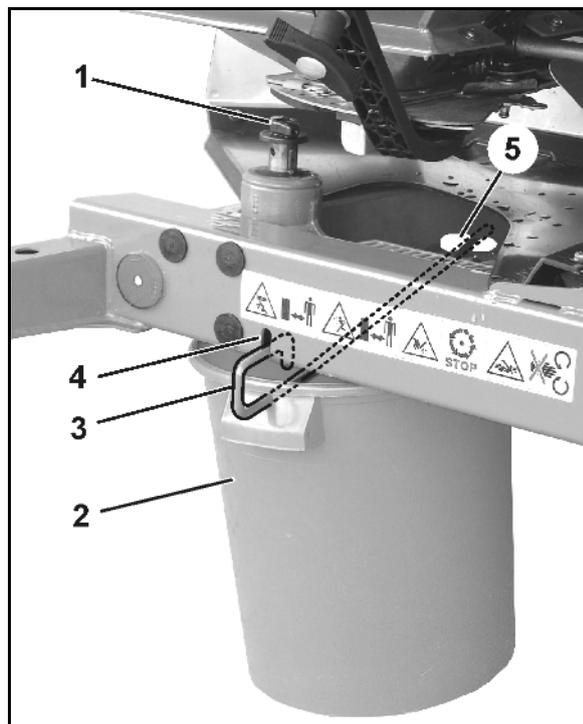

Fig. 40
- 2.1 Desenroscar el tornillo de mariposa (Fig. 40/1) que sujeta el disco de dispersión y extraer el disco respectivo del eje del engranaje.
3. Colgar el recipiente colector (Fig. 40/2) por medio del gancho (Fig. 40/3) en los soportes (Fig. 40/4 y Fig. 40/5) del bastidor.